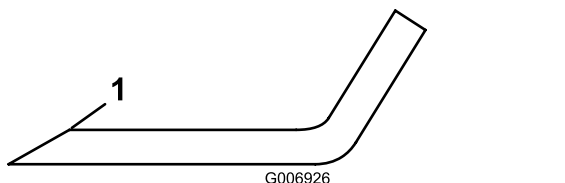

Figura 70
- Controllate i taglienti di tutte le lame, e affilateli se fossero ottusi o scheggiati. Affilate soltanto la parte superiore del tagliente e mantenete l'angolo di taglio originale per garantire l'affilatezza (Figura 70). La lama rimane bilanciata soltanto se viene rimossa una quantità uguale di metallo da entrambi i taglienti.